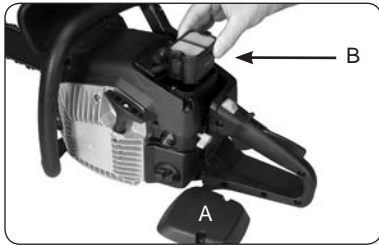

Рис. 14
1. Снимите крышку (А), извлеките воздушный фильтр (В) (Рис. 14).